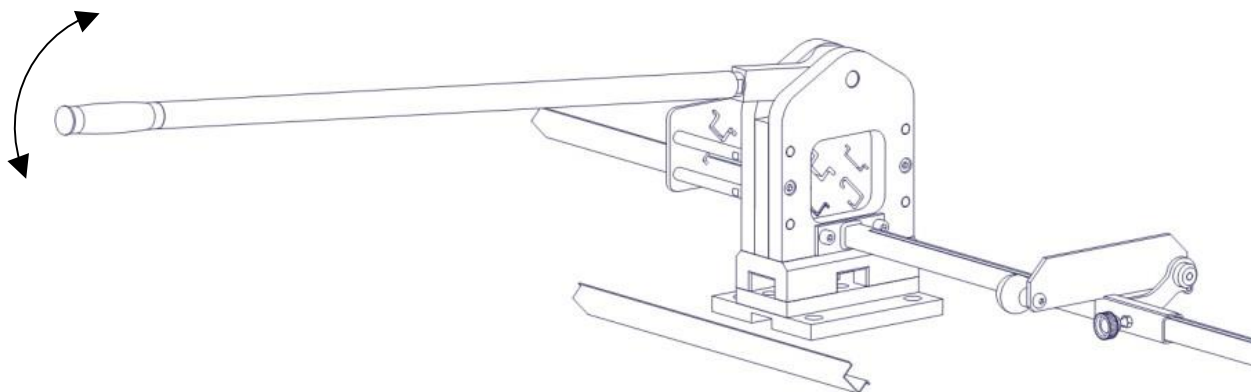

Рис. 5
- Перерізати шину, тягнучи важіль на себе (рис. 5).
- Зробити отвір у шині, тягнучи важіль на себе (рис. 5).